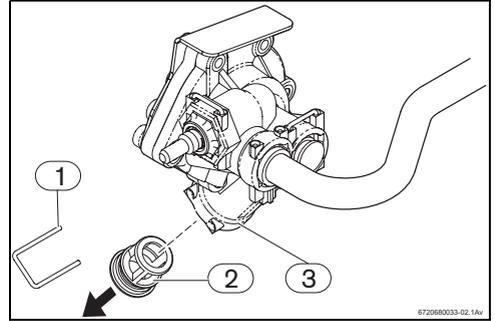

Fig. 10 Purga
- Retirar la grapilla de fijación de la tapa del filtro (→Fig. 10 , [1]).
- Retirar la tapa del filtro (→Fig. 10 , [2]) del cuerpo de agua (→Fig. 10 , [3]).